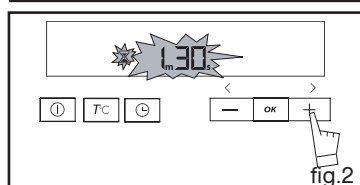

fig.2
- Regule o tempo pretendido premindo os botões + ou - (fig.2).